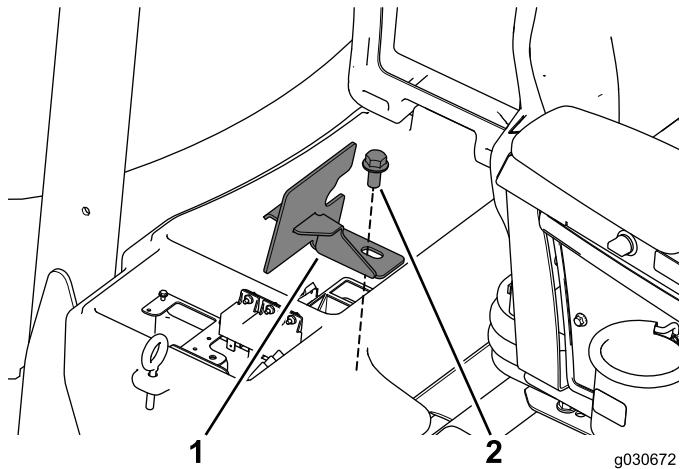

Figura 4
5. Retire e guarde o parafuso e a braçadeira do compartimento da bateria (Figura 4).